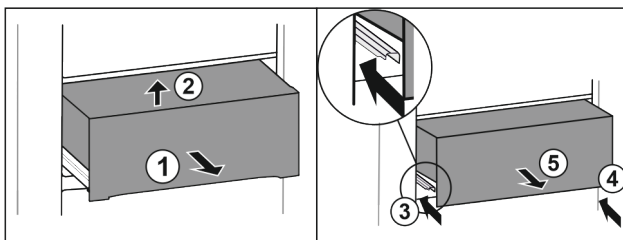

Fig. 28
- ▶ Estrarre il cassetto a metà. Fig. 28 (1)
- ▶ Sollevare il cassetto dal davanti. Fig. 28 (2)
- ▶ Inserire la guida sinistra. Fig. 28 (3)
- ▶ Inserire la guida destra. Fig. 28 (4)
- ▶ Rimuovere il cassetto tirandolo in avanti. Fig. 28 (5)